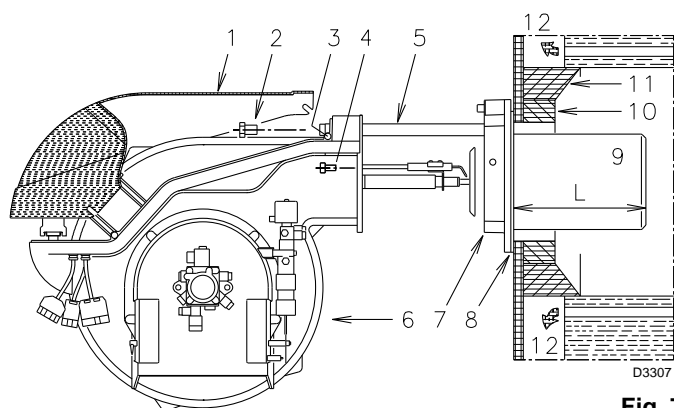

Fig. 7
4.4 Longitud tubo llama (Fig. 7)
En calderas con frontal refrigerado por agua, no es necesario el revestimiento refractario 10)-11) (Fig. 7), salvo que lo indique el fabricante de la caldera.
Después de haber efectuado esta eventual operación, fijar la brida 7) (Fig. 7) a la placa de la caldera, intercalando la junta 8) que se suministra. Tras haber provisto a la protección de la rosca con algún producto antibloqueo (grasa para temperaturas altas, compuestos, grafito), utilizar los 4 tornillos que se suministran.
- Abrir el quemador sobre las guías como en (Fig. 7 pág. 10).